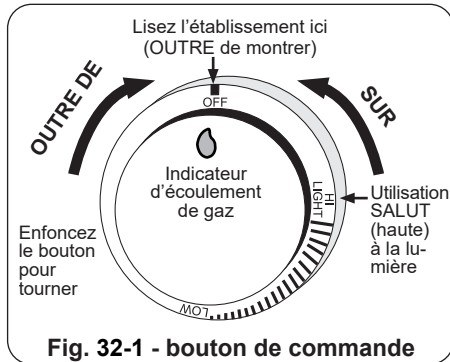

Fig. 32-1 - bouton de commande
**Pour votre convenance et sûreté ; quand le bouton de commande est tourné a la position de fonctionnement, l'indicateur d'écoulement de gaz changera de bleu en le rouge. (Le rouge indique l'écoulement de gaz.) Voir la Fig. 32-1.**